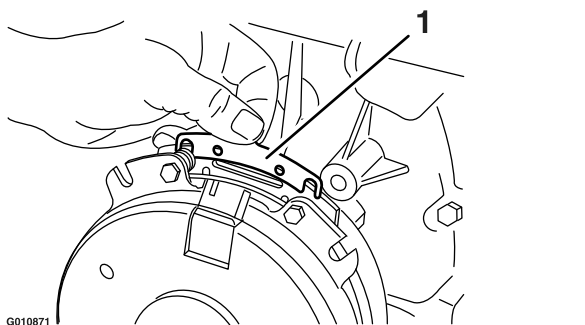

Bild 83
- B. Halten Sie die Nase mit einer Spitzzange oder den Händen und nehmen Sie die Beilagscheibe ab (Bild 83).